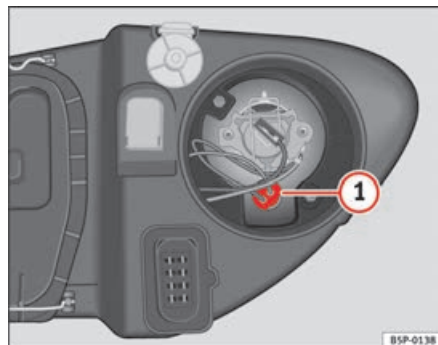

Fig. 193 Luz de presença
- Extrair o porta-lâmpadas ⇒ fig. 193 **1** para fora.